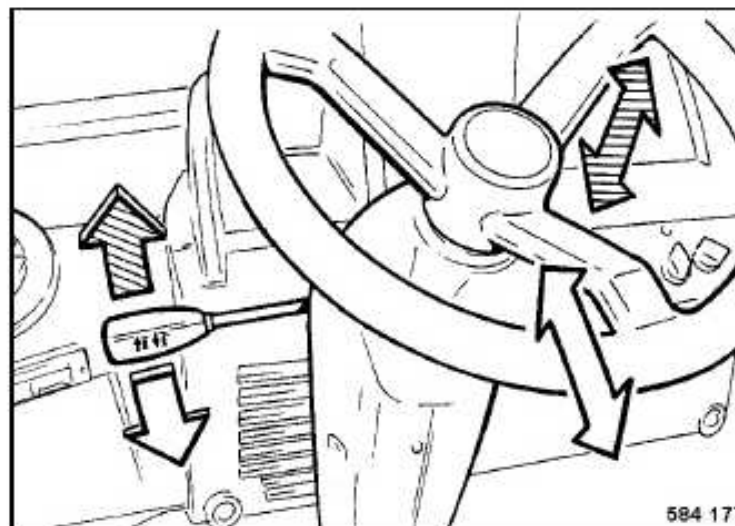

Fig. 59
- Para ajustar la altura del volante tirar la palanca (Fig. 59) hacia arriba y ajustar el volante en altura.